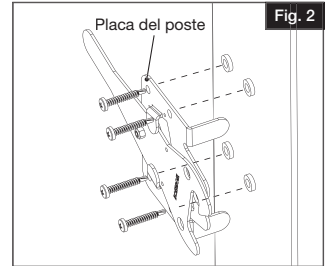

Fig. 2
- Placer 4 vis de 25.4 mm dans les trous pour vis sur le côté latéral plus large de la plaque du poteau (Fig 2).
- Placer les quatre rondelles sur les vis (à l'opposé de la plaque du poteau), de telle sorte qu'elles se trouvent entre la plaque du poteau et le poteau lorsque la plaque du poteau est installée (Fig. 2).
- Coloque cuatro tornillos de 25.4 mm en los agujeros situados en la parte más grande de la superficie lateral de la placa de poste (Fig. 2).
- Coloque los cuatro espaciadores en los tornillos (en el lado opuesto de la placa), de modo que queden entre la placa y el poste cuando se monte la placa (Fig. 2).